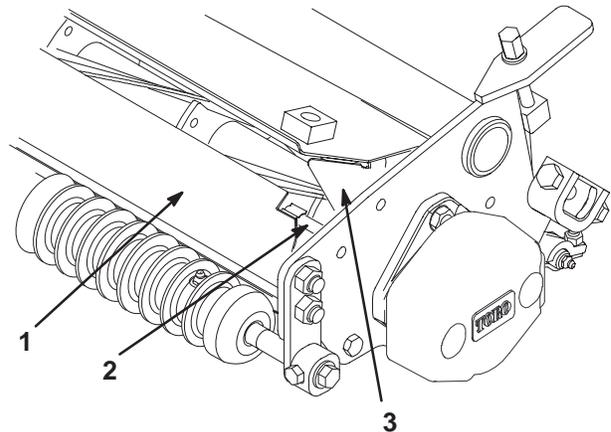

Bild 10
- A. Entfernen und entsorgen Sie die vordere Abdeckung (Bild 10). Entfernen und entsorgen Sie auch die Abdeckungsbefestigungsbolzen und Befestigungen, die an jeder Seitenplatte des Mähwerks befestigt sind.
- C. Verbiegen Sie die Grasschutzablenkbleche nach außen, bis sie flach an den Seitenplatten des Mähwerks anliegen (Bild 10).